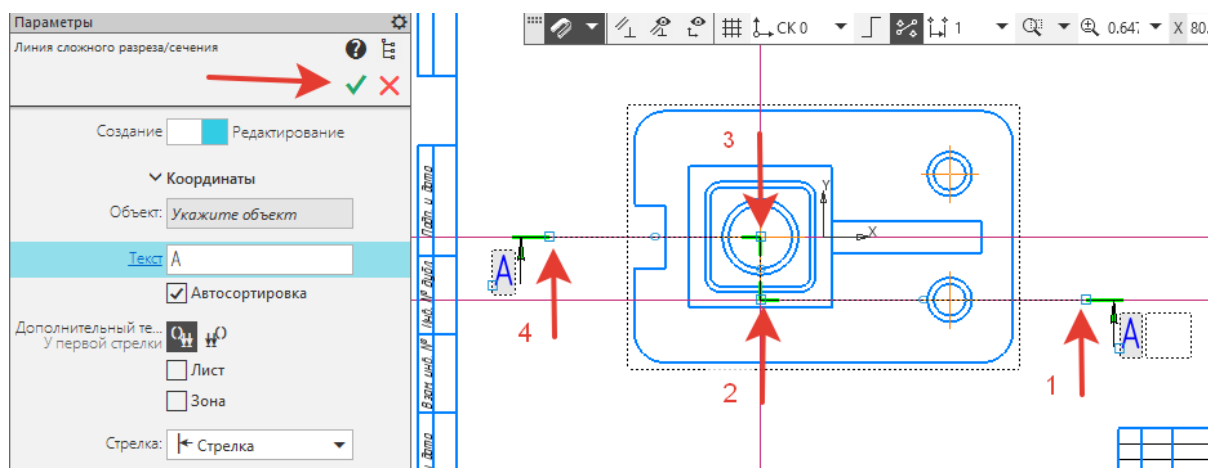

Рисунок 31.
6. На инструментальной панели **Обозначения** выбрать **Линия разреза/сечения** , переключится на **Линия сложного разреза** , по точкам 1-4 построить ступенчатый разрез. После фиксирования четвертой точки нажать **Создать объект** . **Обратите внимание: стрелки на разрезе должны быть снизу линии разреза** (рисунок 31).